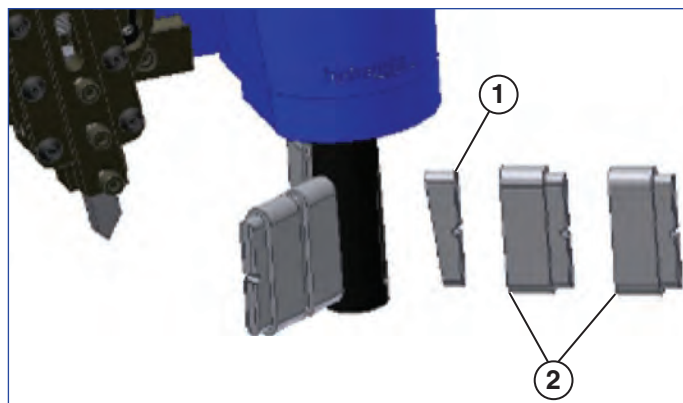

Figura 2
A montagem do mandril consiste em todas as partes usadas para fixar o "QuickFace" na peça de trabalho. Fixadores ajustáveis e extensores empilháveis de fixadores são usados para segurar o "QuickFace" em posição. Um anel tipo O é usado para prender os fixadores no mandril (**ver Figura 2**).
2. Coloque os fixadores e os extensores de fixadores (caso necessário) dentro da ranhura no eixo do mandril. Certifique-se de que a superfície angular do eixo de expansão corresponda à superfície angular dos fixadores (**ver Figura 2** para orientação adequada do fixador).